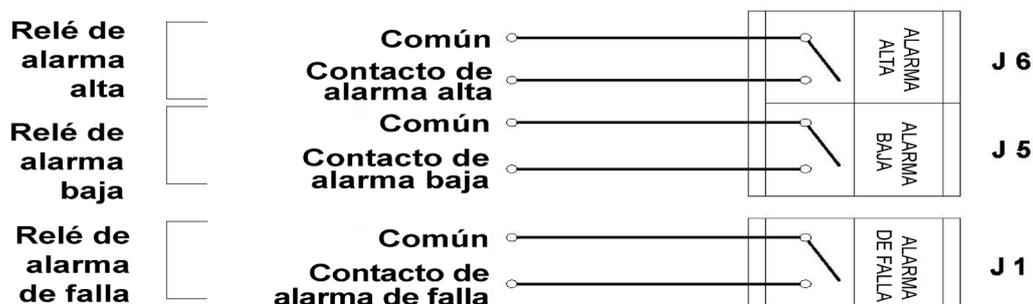

Figura 4-1 Conectores de relé de alarma J6, J5 y J1
Para conectar los cables de control del monitor **iTRANS-2** a los tres terminales de relé en el tablero de relé, se debe cablear la unidad hasta los conectores, como se muestra en la Figura 2-4. El relé de la alarma baja se activa cuando se llega al umbral de alarma baja. Este es un contacto sin enganche, normalmente abierto (NA). El relé de la alarma alta se activa cuando se llega al umbral de alarma alta. Este es un contacto sin enganche, normalmente abierto (NA). El relé de alarma de falla se activa cuando se enciende el monitor **iTRANS-2**. Cuando se cumple la condición de falla, el circuito se abre. Este es un contacto cerrado electrónicamente (NC). Consultar la Figura 4-1 para el cableado del relé.